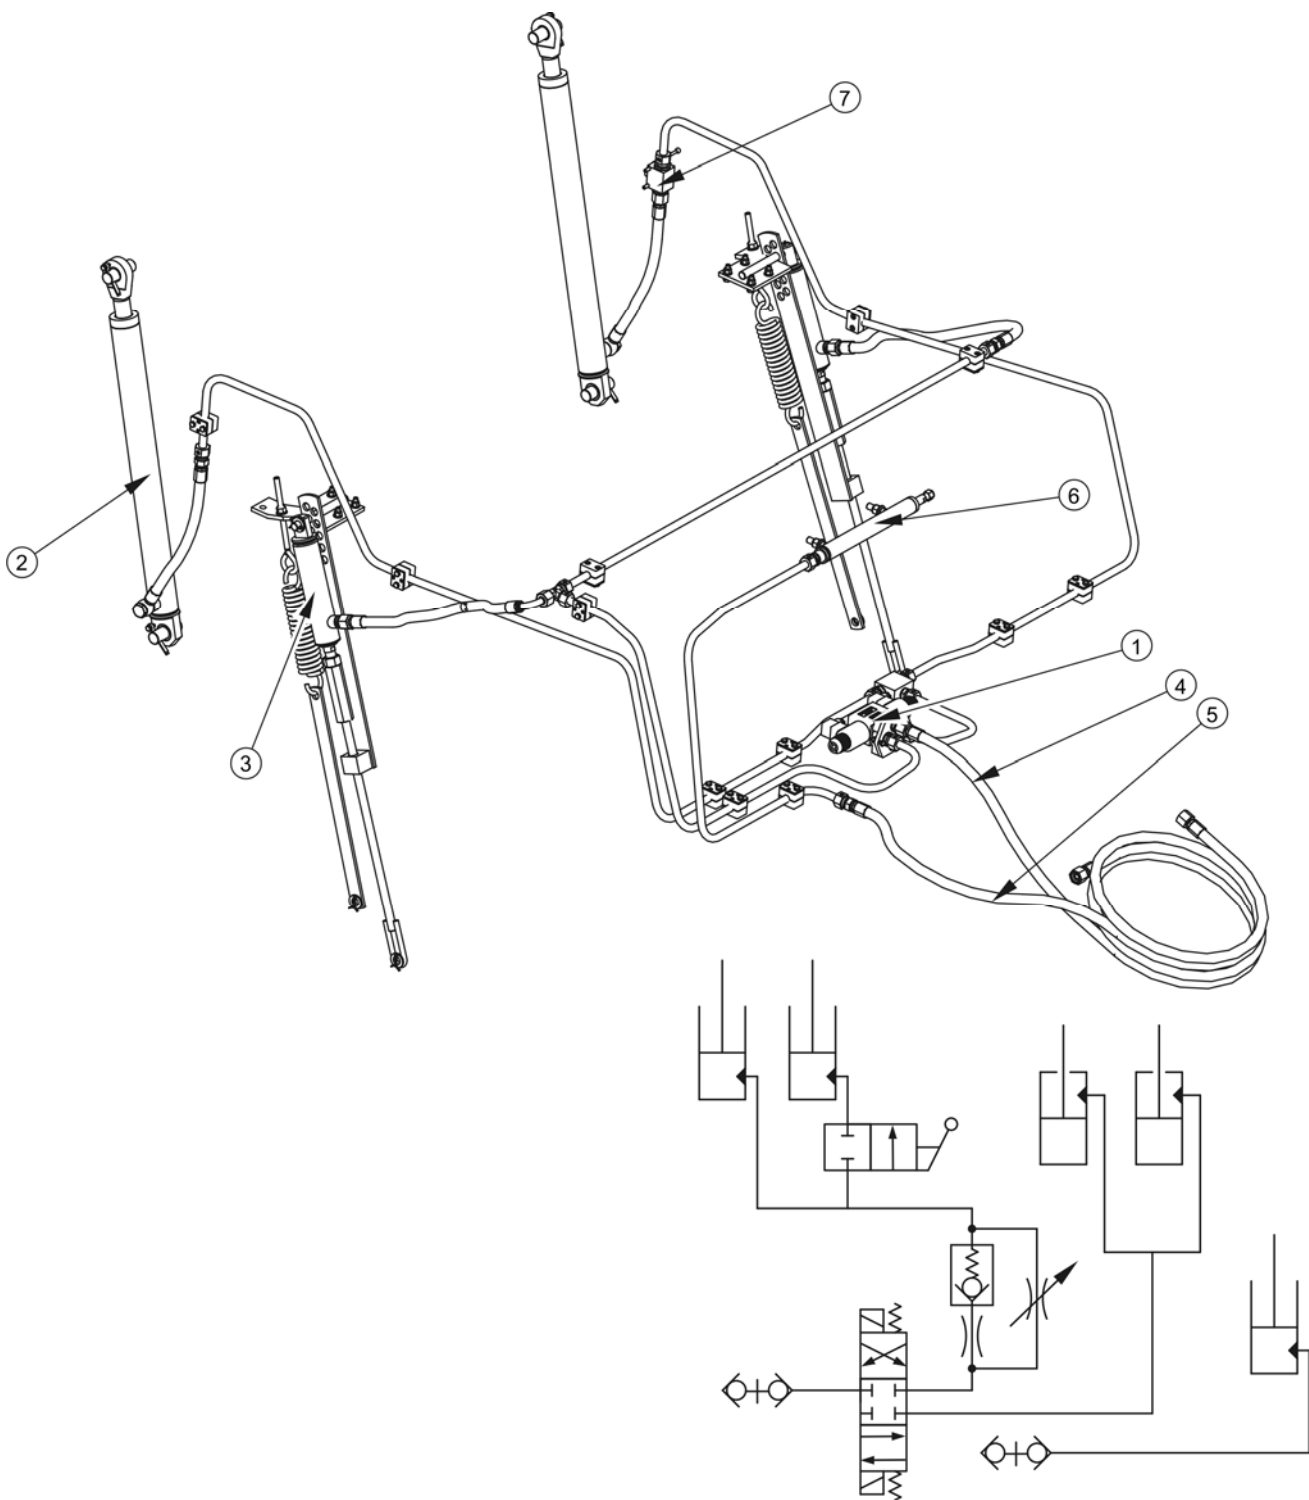

РИСУНОК 3.19 Устройство и схема гидравлической системы
- контура управления работой гидроцилиндров 2 и 3 рисунок 3.19 ,